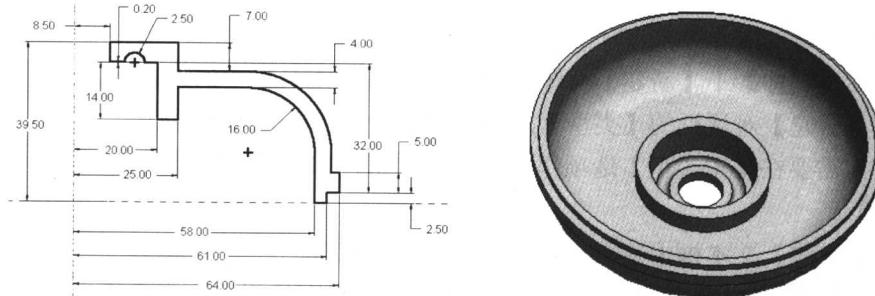

图 1-13 创建旋转特征
(3) 进入草绘环境中绘制草图，单击【草绘器工具】工具栏中的✓按钮，设置深度(旋转角度)后，单击✓按钮完成特征创建，如图 1-13 所示。